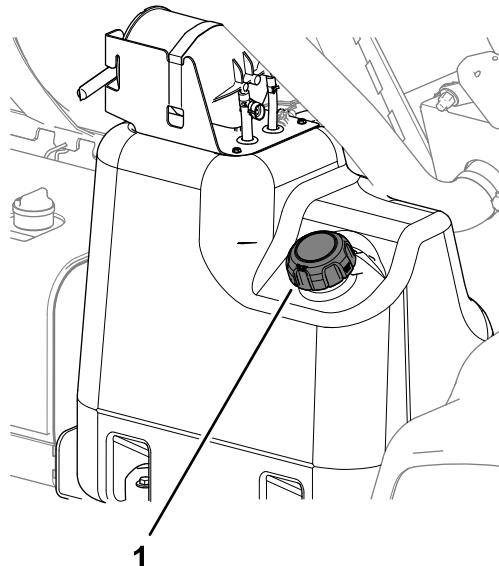

Figura 16
2. Limpe a zona em torno do tampão do depósito de combustível (Figura 16).